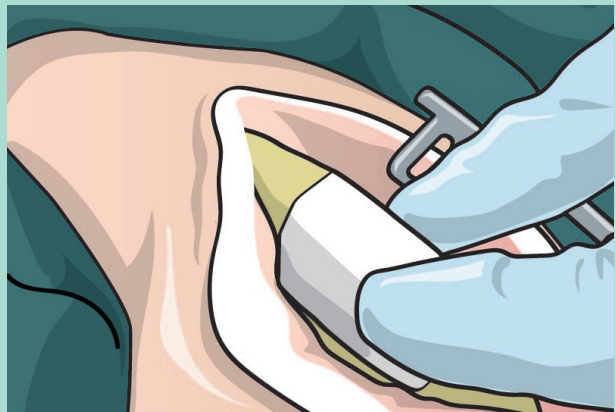

Fig. 4b
- a. In het geval van het reconstrueren van een bekkenkam wordt perspassing geadviseerd. b.Bone™ wordt gevormd en gesneden, zodat het passend is voor het defect, en voorzichtig onder lichte druk passend ingebracht (Afb.4b).